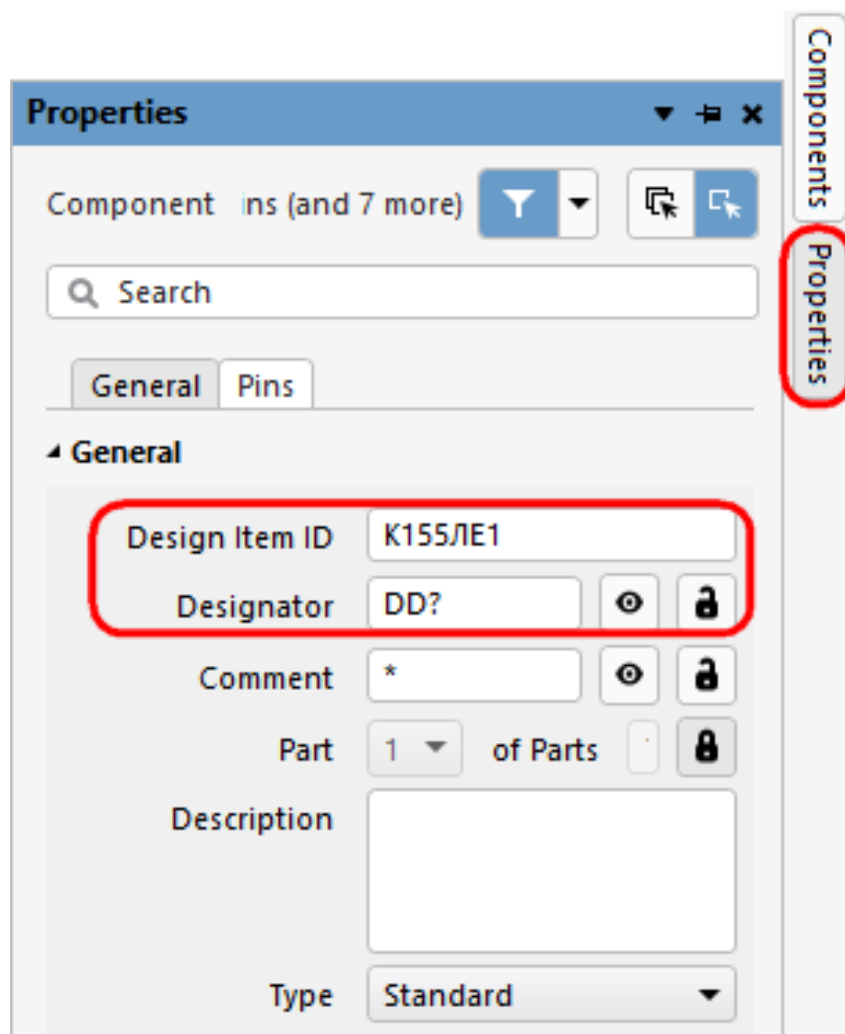

Рис. 1.48. Настройки созданной микросхемы
5. Микросхеме необходимо дать имя *Designator* и сохранить созданную библиотеку. Для этого откройте *Properties* в правой части рабочего поля и введите имя микросхемы *Name*, а в поле *Designator* – *DD?* (рис. 1.48), сохраните библиотеку с помощью команды *File/Save as*.